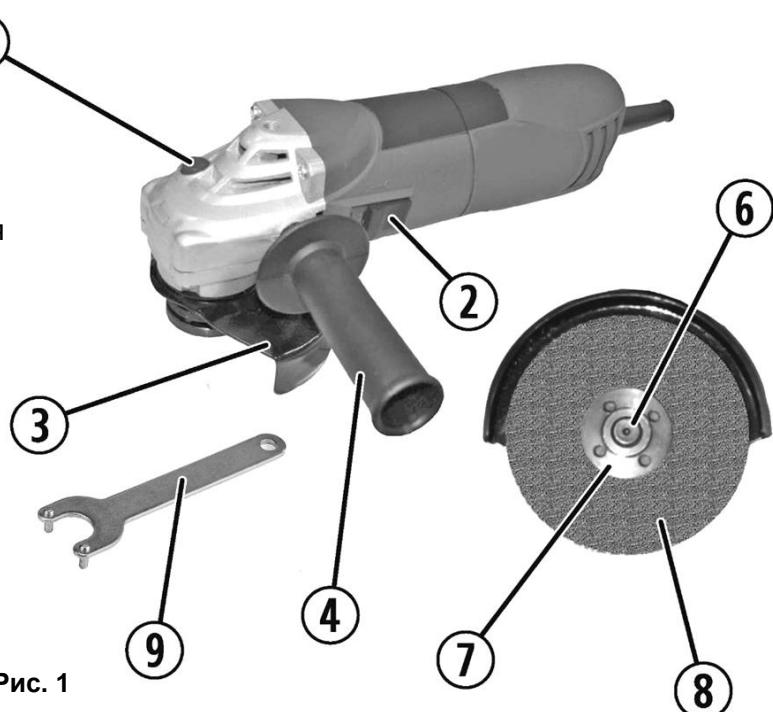
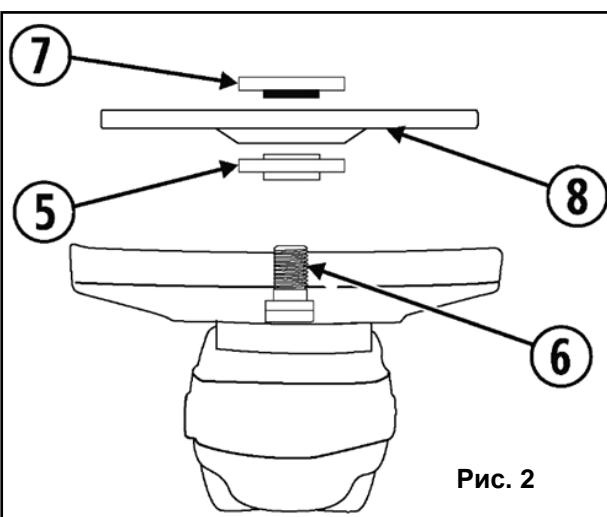

Рис. 1
Рис. 2
- Расположите инструмент шпинделем (6) вверх (См. Рис. 2).
- Удерживая нажатой кнопку фиксации шпинделя (1)(См. Рис.1), установите внутренний фланец (5) на шпиндель (6)(См. Рис.2).
- Установите новый, исправный отрезной или шлифовальный круг (8).
- Если Вы устанавливаете абразивный круг с утопленным центром, то выпуклость диска должна быть направлена в сторону внутреннего фланца (См. Рис.2).
- Накрутите внешний фланец (7) на шпиндель (6). Если Вы устанавливаете **шлифовальный круг**, то бортовое кольцо фланца (7) должно быть направлено **к кругу** (См. Рис. 2).
- Крепко затяните внешний фланец (7)(См. Рис. 2; 3) с помощью фланцевого ключа (входит в комплект поставки).
- Отпустите фиксатор шпинделя (1)(См. Рис.1) .
- Расположите инструмент шпинделем (6) вверх (См. Рис. 2; 3).
- Удерживая нажатой кнопку фиксации шпинделя (1)(См. Рис.1), отверните наружную фланцевую гайку (7)(См. Рис.2), идущим в комплекте фланцевым ключом (9)(См. Рис.1).
- Для включения инструмента - нажмите на клавишу пускового выключателя (2) (См. Рис.1) и потяните ее вперед. Переведите ее в положение «ВКЛ» (ON).
- Для выключения инструмента - отпустите клавишу пускового выключателя (2) (См. Рис.1), верните ее назад. Переведите ее в положение «ВЫКЛ» (OFF).